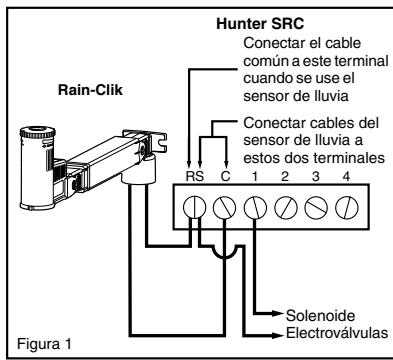

Figura 1
2. Conecte un cable al terminal RS y otro al terminal C (ver Figura 1).